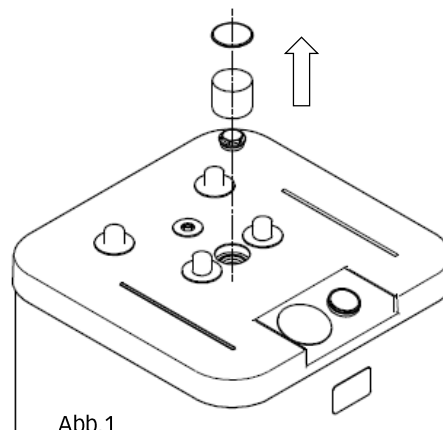

Abb.1
**Installation:** Am Speicher Typ CSTS sind Abdeckkappe, Anschlussisolierung sowie Messingstopfen mit O-Ring zu demontieren (Abb. 1). Das Anschlussgewinde sollte von Dichtmittelrückständen gereinigt werden.